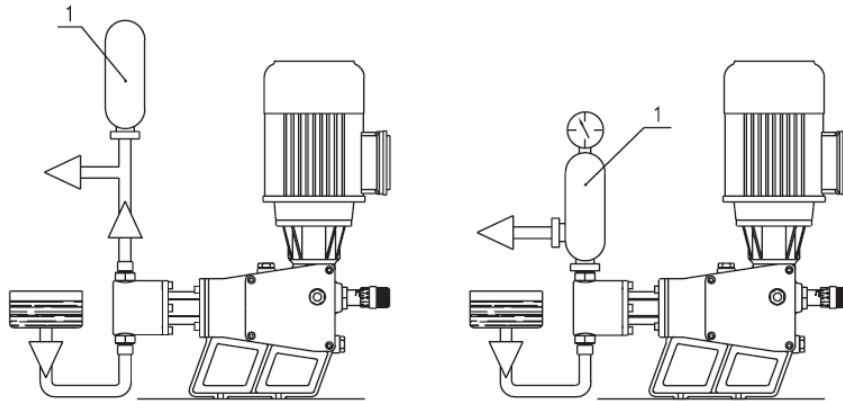

Рис.8
5.3.3. Буферное устройство (п. 1 – Рис. 8)